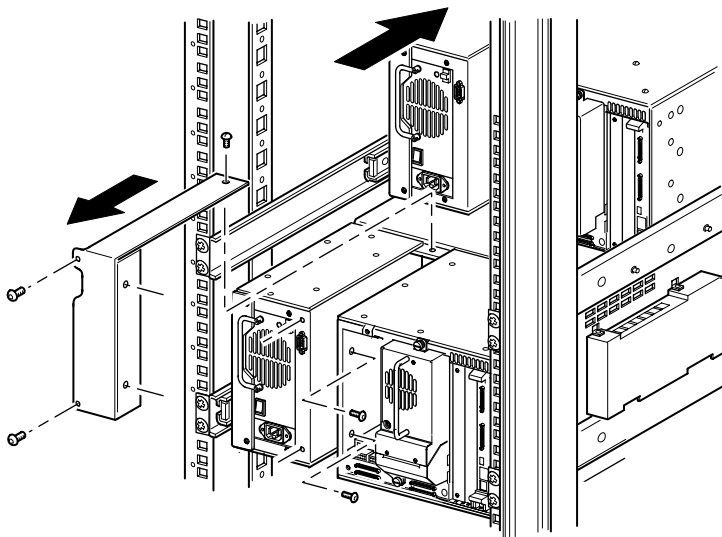

Abbildung 2–5. Abnehmen der PTM-Schachtabdeckung
4. Installieren der PTM-Basiseinheit (siehe Abbildung 2–6).